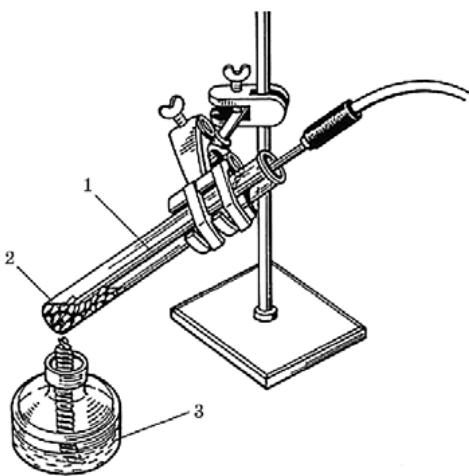

Рис. 6. Прибор для определения температуры плавления: 1 — термопарный датчик; 2 — гранулы исследуемого металла; 3 — спиртовка
1. В пробирку поместите гранулы металла (олово или свинец) на 2—2,5 см по высоте. Закрепите пробирку в лапке штатива. Закрепите термопарный датчик так, чтобы его кончик доходил почти до dna пробирки, но не касался ни его, ни стенок (рис. 6).